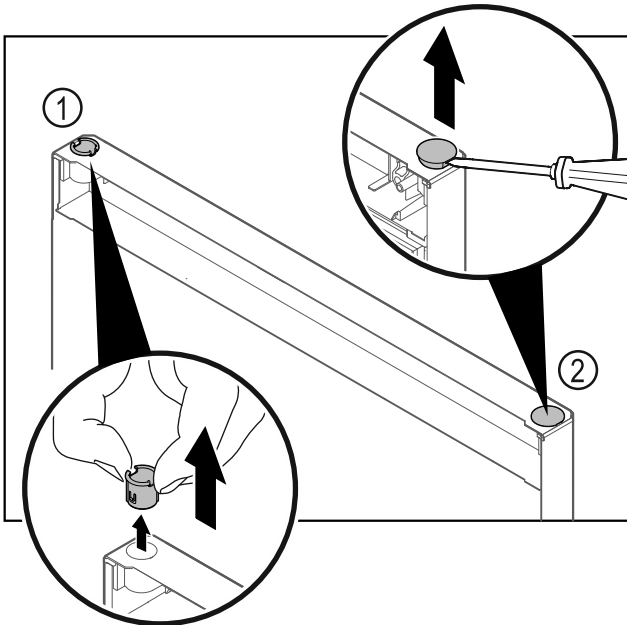

Fig. 27
- ▶ Húzza ki az ujjával a csuklópánt-perselyt Fig. 27 (1).
- ▶ A fedődugót Fig. 27 (2) egy lapos csavarhúzóval óvatosan emelje meg és húzza ki.